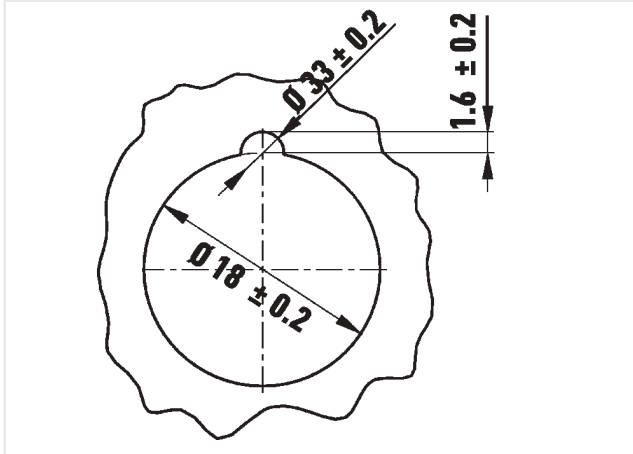

FIG. 5
- Maquinar um cortador para o encaixe da FIG. 5.